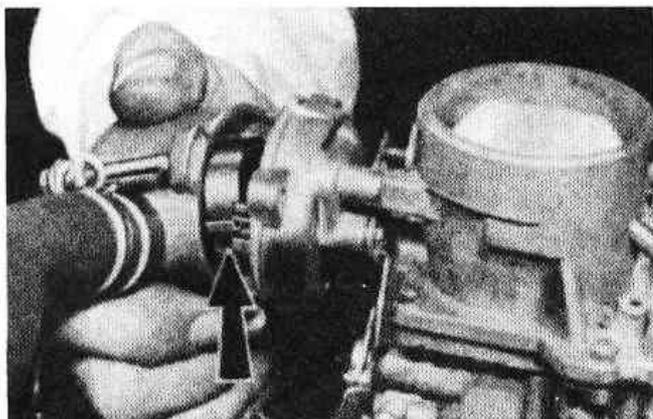

Рис. 3.24. Снятие автоматической воздушной заслонки (Разд. 23)
3. Выверните три винта крепления крышки воздушной заслонки, отделите крышку от карбюратора и снимите ее. Снимите прокладку (Рис. 3.24).